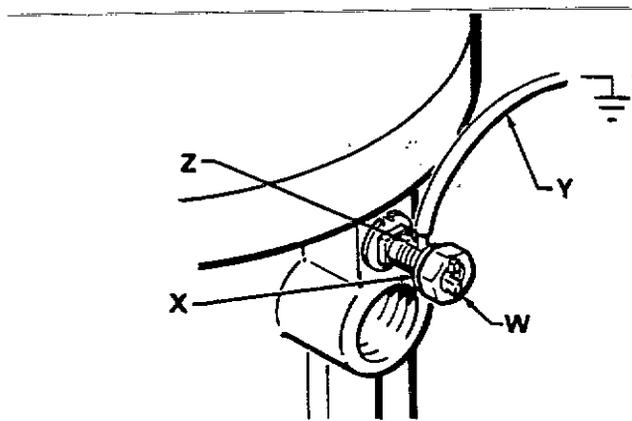

Fig 1
1. *Pompe* : Utiliser un fil de terre et un étrier conformément à la Fig 1.
Pour relier la pompe à la terre, desserrer l'écrou de blocage (W) et la rondelle (X) de la patte de mise à la terre. Introduire l'extrémité d'un fil de terre (Y) de 1,5 mm² dans la fente de la patte (Z) et serrer à fond l'écrou de blocage. Voir Fig. 1. Relier l'autre extrémité du fil à une terre véritable. Se reporter en page 15 pour commander le fil et l'étrier de mise à la terre.